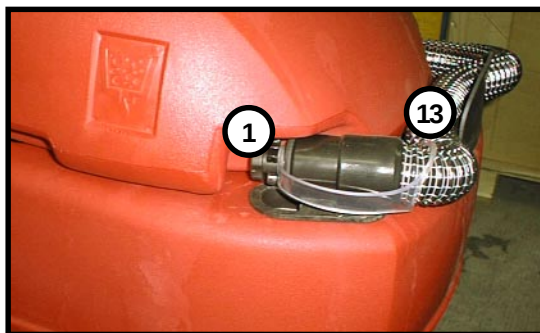

Figure 9
- Retirer le tuyau de vidange 13 (**fig. 9**) de son collier de fixation, et dévisser le bouchon 1 (**fig. 9**)